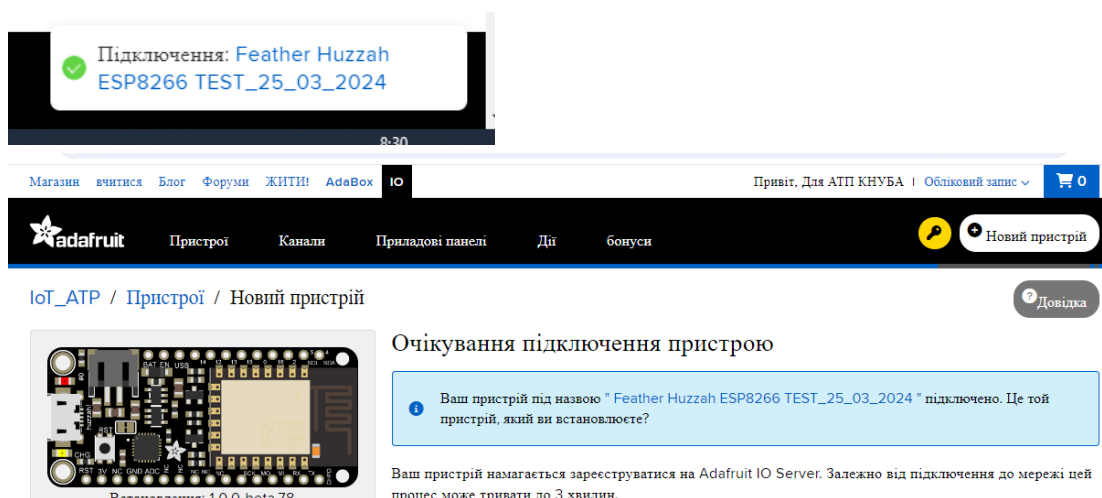

Рис. 4. Повідомлення про вдале підключення пристрою до Adafruit
6. По закінченню загрузки натискаємо кнопку «Reset» на платі та чекаємо підключення пристрою до серверу Adafruit. Після вдалого підключення з'явиться повідомлення (рис. 4).